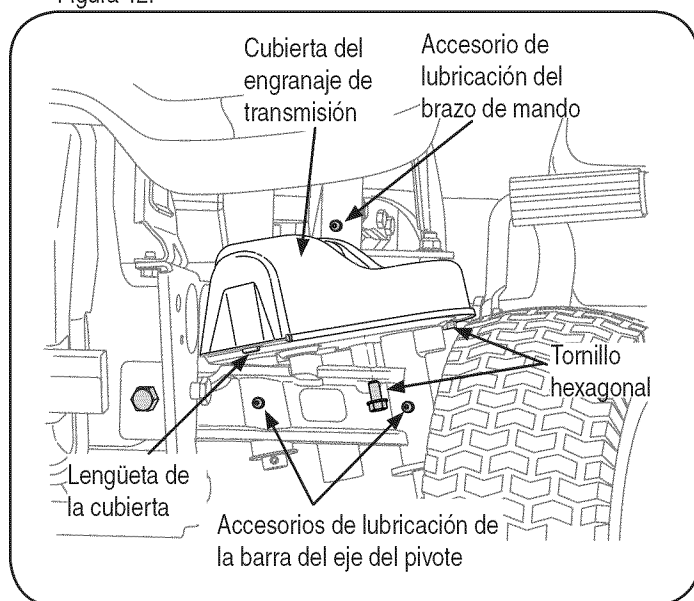

Figura 12
1. Aplique grasa a través del accesorio lubricante de los brazos de mando derecho e izquierdo que se encuentran en el extremo posterior de las dos barras de acoplamiento del volante. Vea la Figura 12.
2. Localice los accesorios de lubricación del eje de pivote y eje al frente de uno de los extremos de la barra del eje de pivote. Aplique grasa a través de los dos accesorios de lubricación, luego repita para lubricar el otro extremo de la barra. Vea la Figura 12.
1. Desde abajo de la placa de apoyo de la cubierta a cada extremo de la barra de pivote, retire los tres tornillos hexagonales que sujetan la cubierta del engranaje de la dirección. Retire las cubiertas y limpie los engranajes. No es necesario lubricar los engranajes. Vea la Figura 12.